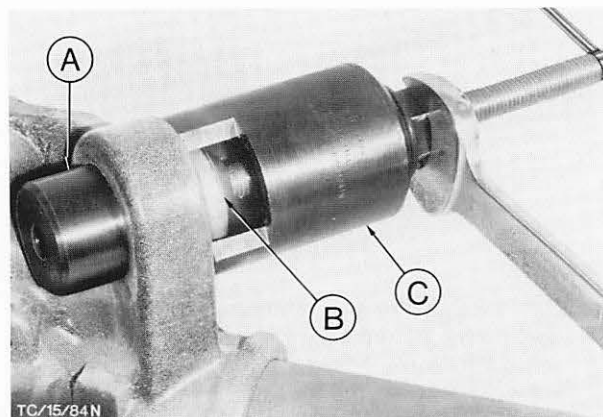

Abb. 40 Büchse herausziehen
2. Büchse-Achsgehäuse mit Hauptwerkzeug 15-003-B und Zusatzstück (kleiner Durchmesser), wie in Abb. 40 gezeigt, auspressen.